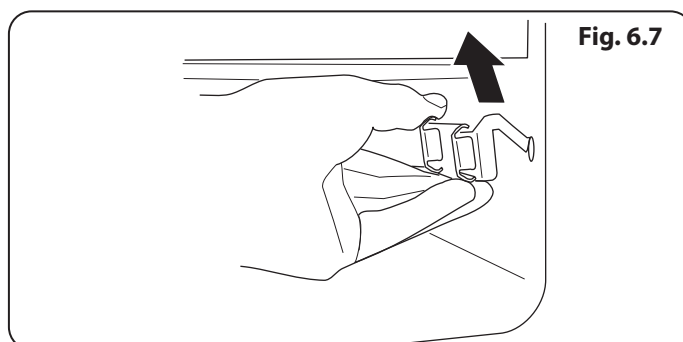

Fig. 6.7
3. Si vous devez retirer les glissières télescopiques pour le nettoyage de la chambre de grillage, retirez d'abord le plateau du grill, puis vous pouvez les décrocher des extrémités de la chambre de grillage (**Fig. 6.7**).